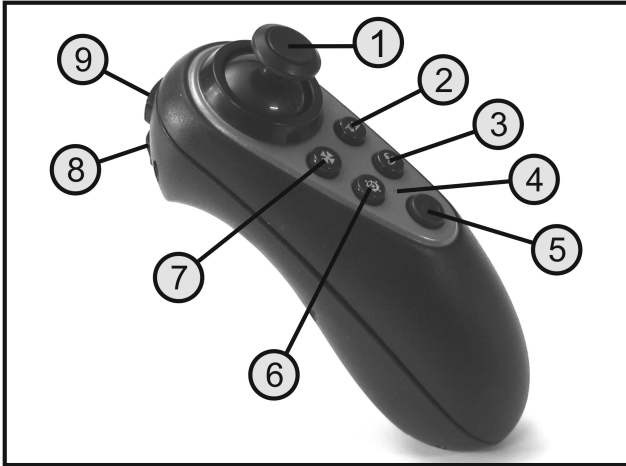

Figure 1
Appuyez sur le bouton-poussoir de la fonction marche/arrêt et maintenez-le enfoncé (voir également figure 1, pos. 5).
L'émetteur émet deux signaux sonores brefs et le voyant LED (voir également figure 1, pos. 4) commence à clignoter.
Poussez ensuite le levier de commande de la fonction tangage et lacet (voir également figure 1, pos. 1) vers le haut.
Ensuite, appuyez sur le bouton poussoir de Marche/Arrêt de la télécommande (voir également figure 1, pos. 5). La LED rouge de l'émetteur manuel (voir également fig 1, pos. 4) clignote.
Poussez ensuite le levier de commande de la fonction tangage et lacet (voir également figure 1 pos. 1) vers le haut. L'émetteur émet un signal et la LED verte du quadricoptère clignote plus rapidement.
Vous pouvez régler la hauteur de vol du quadricoptère à l'aide de la fonction tangage (voir figure 9). La commande s'effectue au moyen du levier de commande (voir également figure 1, pos. 1).